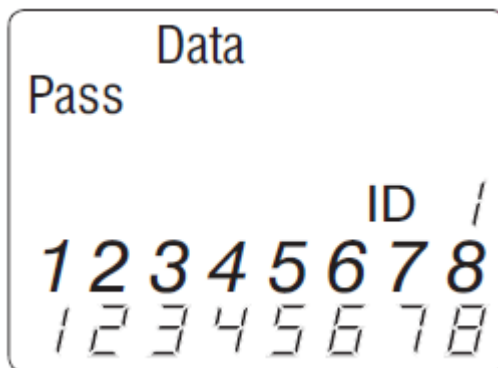

Рисунок 8. Режим тестирования кабеля передачи данных.
3. Однократное тестирование: Для запуска однократного теста нажмите кнопку тестирования кабеля передачи данных (Data). На жидкокристаллическом дисплее появится следующий экран (смотрите рисунок 8):